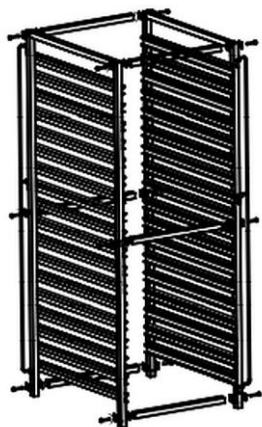

Abb. 1
5. Montieren Sie die 6 Querstreben am zweiten Seitenteil mit den eckigen Unterlegscheiben und den Linienkopfschrauben wie oben beschrieben (Abb. 1).